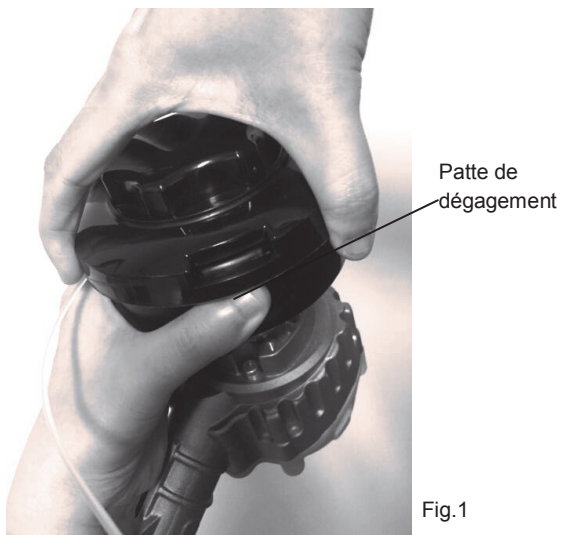

Fig. 1
- Appuyez sur les onglets de dégagement du couvercle du dévidoir, comme illustré à la Fig. 1, puis retirez le dévidoir en le tirant tout droit. Enlevez et jetez tout le fil sur le dévidoir.